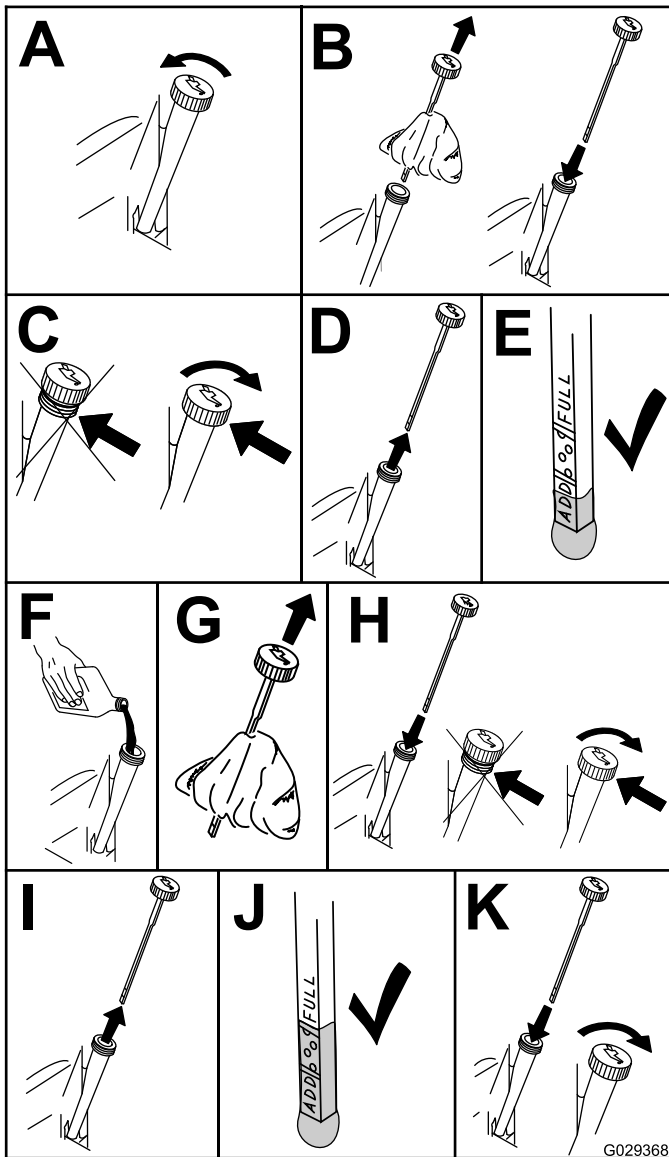

Figura 34
4. Compruebe el nivel de aceite del motor (Figura 34).